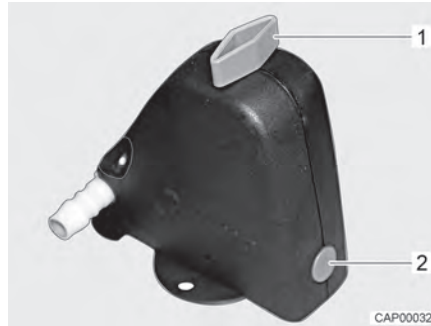
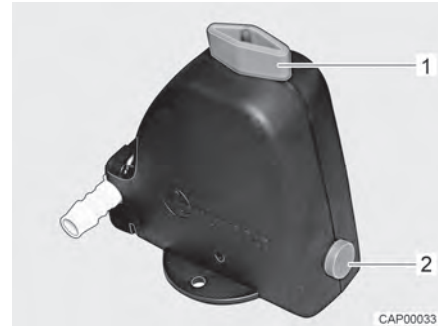

Bild 109 Sicherheits-/Ablassventil geschlossen
Bild 110 Sicherheits-/Ablassventil geöffnet
- Sicherheits-/Ablassventil (Bild 109) öffnen. Dazu Drehknopf (Bild 109,1) längs zum Sicherheits-/Ablassventil drehen. Der Druckknopf (Bild 109,2) springt heraus. Das geöffnete Sicherheits-/Ablassventil ist in Bild 110 dargestellt.